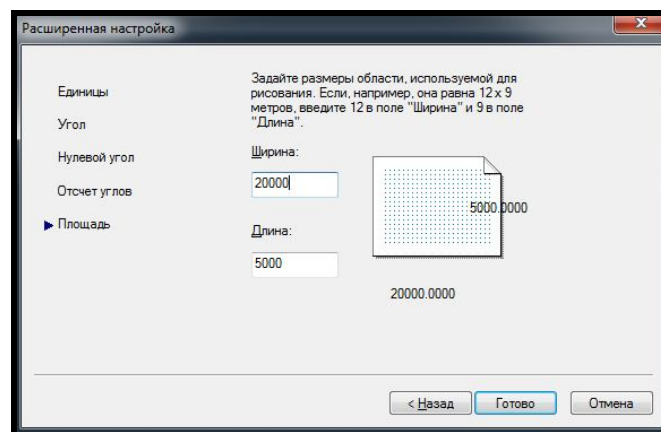

Рисунок 2.13 – Вид окна мастера для определения лимитов чертежа
**Восток (East)),** и снова нажать **Далее (Next).** Появится очередное окно настройки, определяющее ориентацию отсчета углов. Здесь нужно определиться с направлением отсчета углов. Вариант по умолчанию – это **Против часовой стрелки (Counter-Clockwise).** Нажмите на кнопку **Далее (Next),** в результате чего откроется заключительное окно, устанавливающее размеры области чертежа (задание зоны лимитов). В новом окне вам надо определить размеры зоны рисования, которая называется **зоной лимитов.** По умолчанию это зона формата А3 (420 мм × 297 мм), но пользователь может выбрать и другие размеры, используя два специальных поля: **Ширина: (Width:)** и **Длина: (Length:)** (для активизации поля нужно щелкнуть левой кнопкой мыши по полю, в котором после этого появится мерцающий курсор, и ввести или отредактировать значение размера) (рис. 2.13). После установки размеров необходимо нажать на кнопку **Готово (Finish).** Чертеж после этого будет настроен в соответствии с выбранными линейными и угловыми единицами измерения.